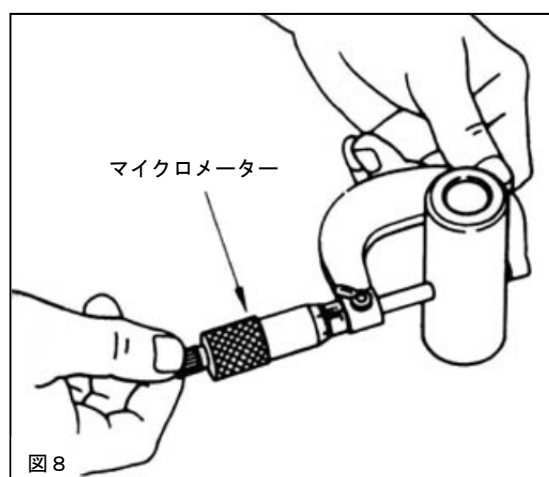

図8
6. 2 ピストンピン外径をマイクロメーターを用いて測定します。(図8)